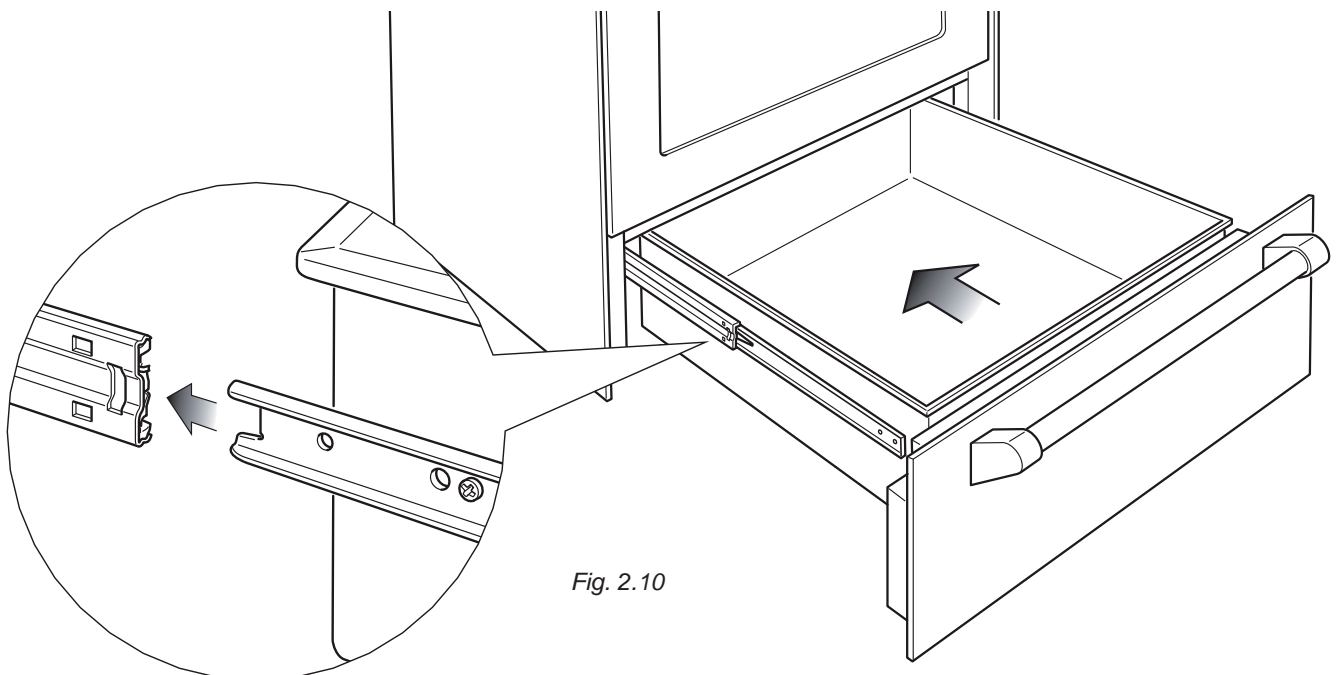

Fig. 2.10
Installation du tiroir de maintien au chaud (fig. 2.10):
1. Insérez les glissières du tiroir dans les glissières de la cuisinière (fig. 2.10).